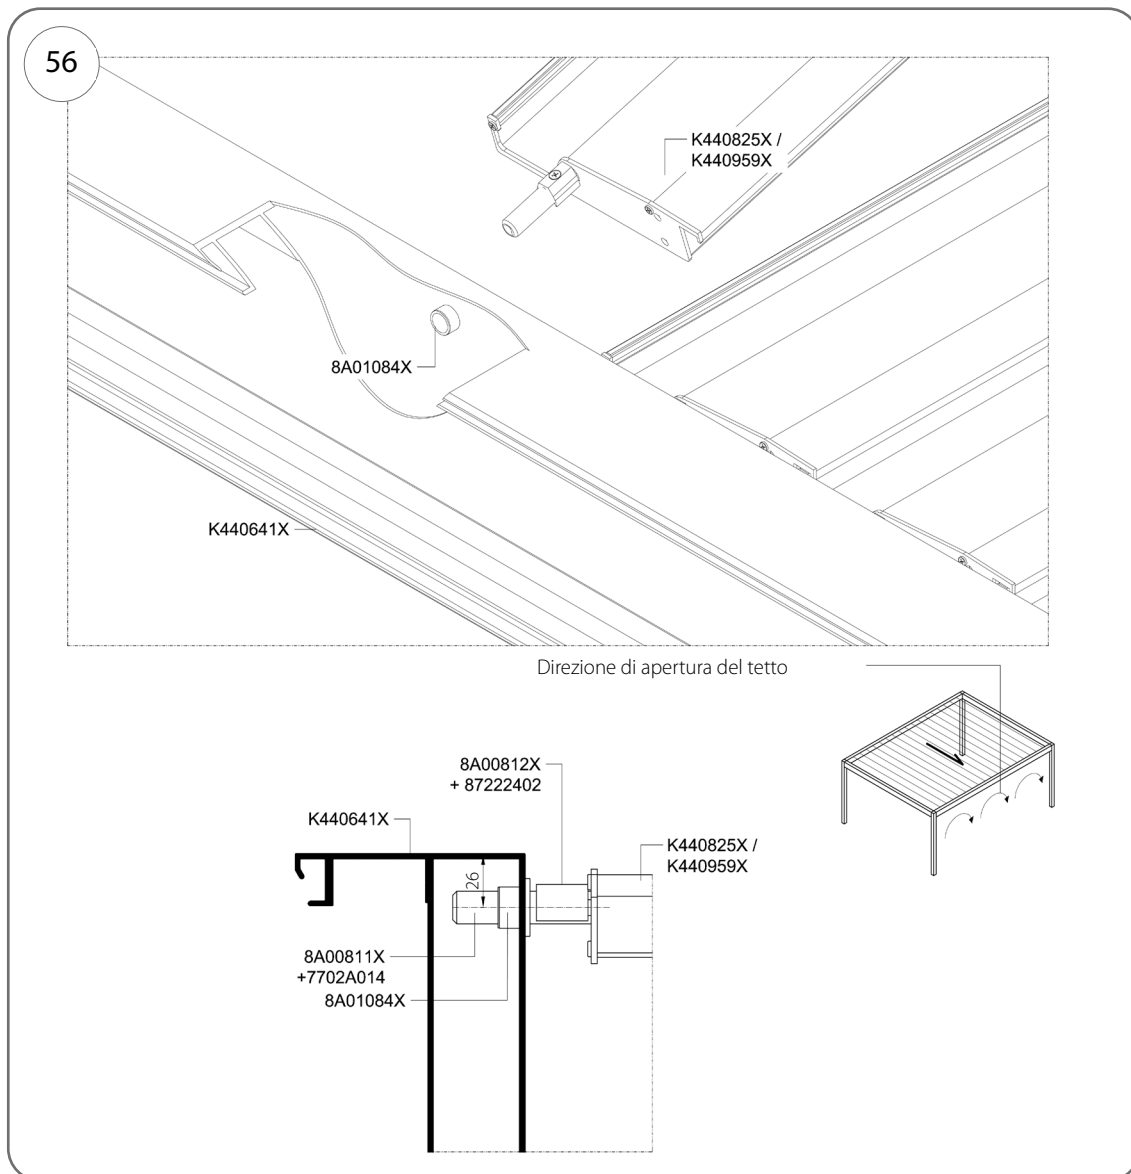

Fig. 56
1. Inserire l'asse della lamella con un'inclinazione nella bussola 8A01084X (Fig. 56).